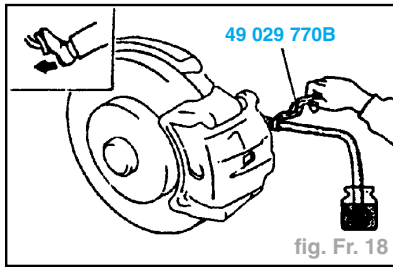

fig. Fr. 18
- Une seconde personne desserre la vis de purge d'air, purge le liquide et resserre complètement la vis (fig. Fr. 18).